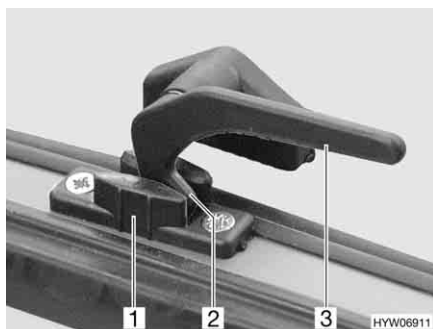

Fig. 64 Levier de verrouillage en position "Aération permanente"
- En position "Aération permanente" (Fig. 64)
- Tourner le levier de verrouillage (Fig. 64,3) d'un quart de tour vers le centre de la fenêtre.
- Tourner le levier de verrouillage d'un quart de tour vers le cadre de la fenêtre. Le tenon de verrouillage (Fig. 64,2) doit pénétrer alors dans le logement prévu à cet effet dans le verrouillage de fenêtre (Fig. 64,1).